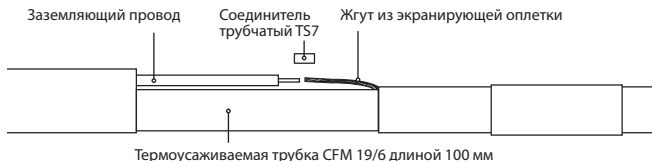

Рис. 8
4.1.8. Надвинуть на полученное соединение термоусаживаемую трубку CFM 19/6 длиной 100 мм (заземляющий провод и экранирующую оплетку вывести за пределы термоусаживаемой трубки, как показано на рис. 8). Термоусадить ее с помощью воздушного термопистолета горячим воздухом. Температура усадки 250°C. Соединить заземляющий проводник со жгутом из экранирующей оплетки с помощью соединителя трубчатого TS7 и обжать его ручным кримпером. (см. рис. 8а).
Рис. 8а